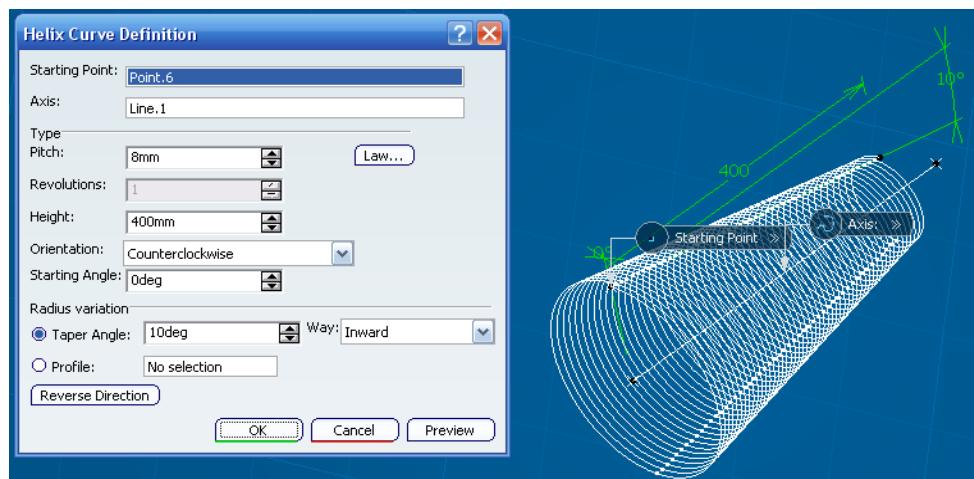

Ilustración 378: Generación de una Hélice.
**Helix (Hélice).** Este tipo de curvas son muy utilizadas para diseñar las roscas de tuercas y tornillos. Para realizar una hélice basta con seleccionar la operación e ir rellenando campos. Se necesita un punto inicial de la Hélice y una línea como eje de la misma, a continuación introducir los valores del Paso (*Pitch*), longitud de la Hélice (*Height*), orientación a favor o en contra de las agujas del reloj (*Orientation*), ángulo inicial (*Starting Angle*) y si es recta o cónica (*Radius variation*), en cuyo caso se debe llenar el parámetro *Taper Angle*. Se muestra un ejemplo en la Ilustración 378.